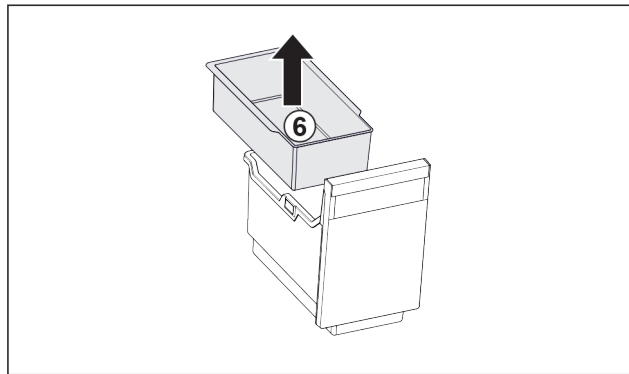

Fig. 95
- Odoberte závesnú misku Fig. 95 (6).